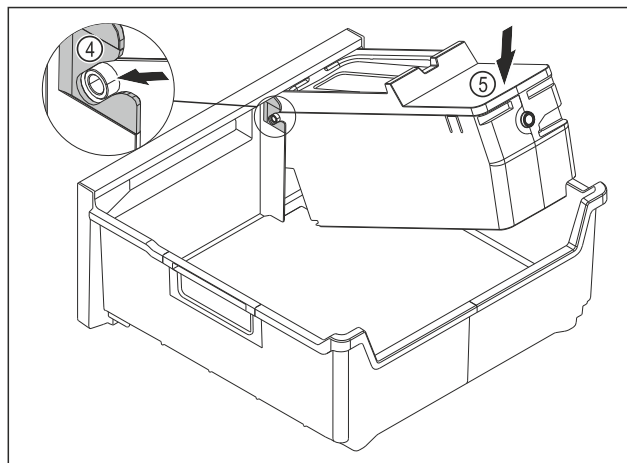

Fig. 93
- ▶ Montar el cuerpo del EasyTwist-Ice: Introducir los ejes del cuerpo del EasyTwist-Ice en las guías Fig. 93 (4).
- ▶ Presionar el cuerpo del EasyTwist-Ice Fig. 93 (5) hacia abajo por detrás.